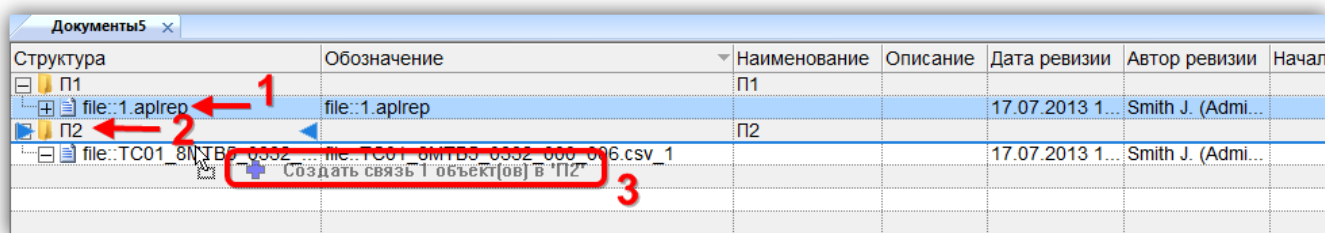

Рис. 8-13 – Создание связи документа с новой папкой
3) Переместить с помощью мыши выделенные документы в нужную папку (при этом появится подсказка вида «+ Создать связь X объект(ов) в ...»). Отпустить кнопку мыши (рис. 8-13).